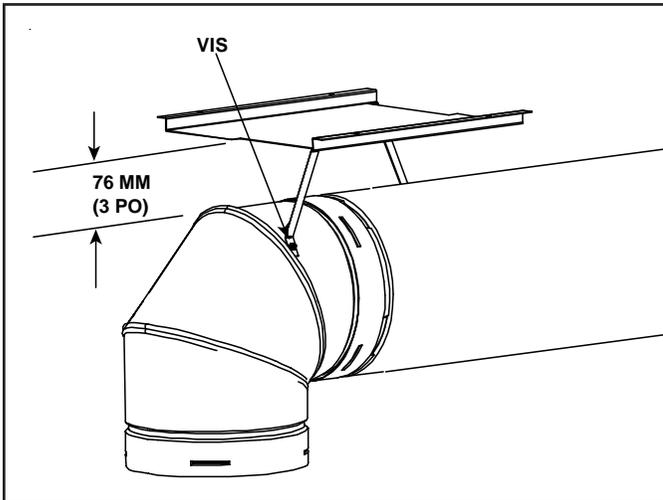

Figure 6.4 Écran thermique coudé installé
- Si les matériaux inflammables ne sont pas en place au moment de l'installation, l'écran thermique coudé peut être vissé au tuyau d'évacuation. Voir la figure 6.4. Coupez les languettes comme indiqué et pliez vers le bas. Fixez l'écran thermique au tuyau en maintenant 76 à 102 mm (3 à 4 po) entre le tuyau et l'écran.
- On peut installer des coudes de 90° et les tourner dans n'importe quelle direction autour de l'axe vertical du composant précédent. Si le coude ne peut pas être verrouillé au composant précédant, l'attacher avec au minimum deux (2) vis autotaraudeuses.